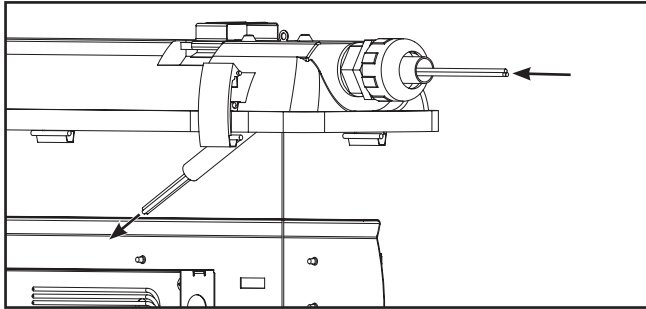

Figure 11.
12. Acheminez le câble d'entrée, le conducteur de terre en parallèle et le conducteur de terre dans le raccord de conduit et dans le conduit métallique souple. (Figure 11)